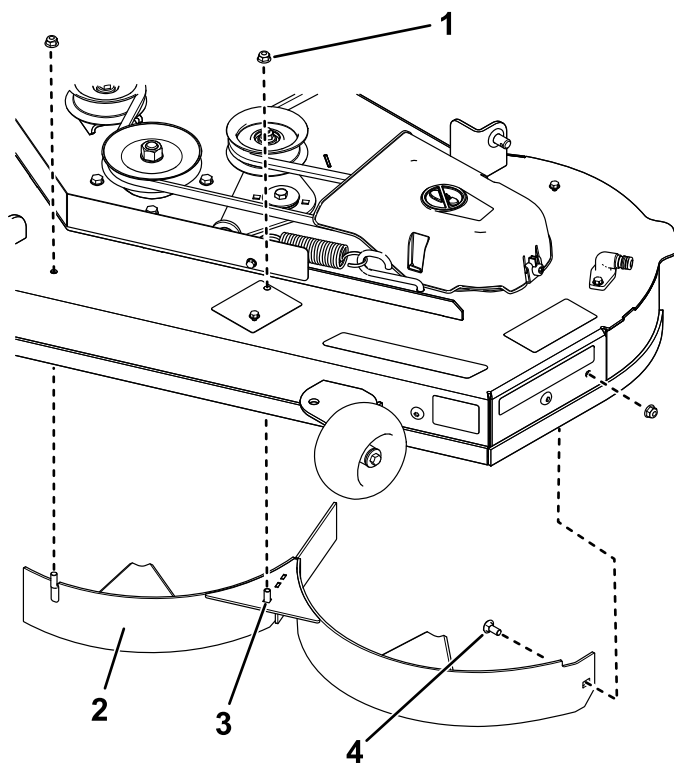

Figura 14
- Îndepărtați cele 2 contrapiulițe (5/16") de pe suporturile sudate ale deflectorului stâng (Figura 14).
- Îndepărtați cele uruburi de fixare și cele contrapiulițe care fixează deflectorul stâng pe punte și îndepărtați deflectorul (Figura 14).
- Localizați cele 2 boluri printre accesoriile și folosiți contrapiulițele existente pentru a monta aceste elemente de fixare în orificiile indicate în Figura 14, pe puntea mainii de tuns iarba, pentru a împiedica proiectarea reziduurilor.